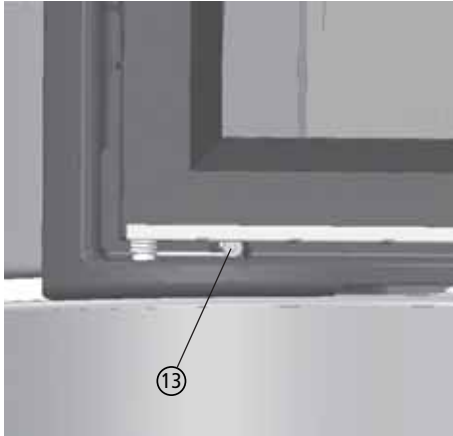
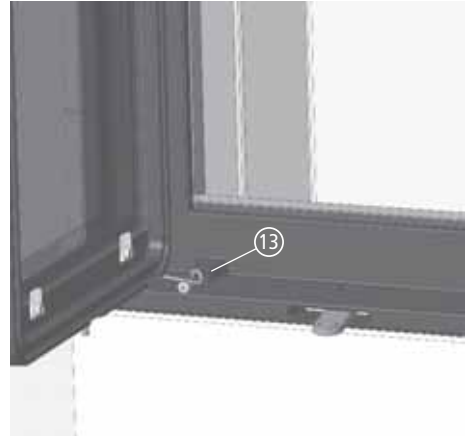

Abb. 3.13 Spannen der Türfeder
Abb. 3.14 Spannen der Türfeder bei CORNA
- ① Die Feuertür öffnen und auf der Scharnierseite ein Stück anheben - bei selbstschließendender Feuertür vorher die Türfeder entspannen, siehe Abb. 3.13 und Abb. 3.14,
- ② Feuertür unten nach vorne aus dem Scharnier heraus schwenken - Feuertür dabei von unten festhalten,
- ③ Feuertür nach unten entnehmen.
Beim Ausbau der Feuertür wird die Türfeder entspannt. Die Feder muss nicht ausgebaut, aber beim Einbau der Feuertür wieder gespannt werden (siehe auch Abb. 3.13 auf Seite 34).